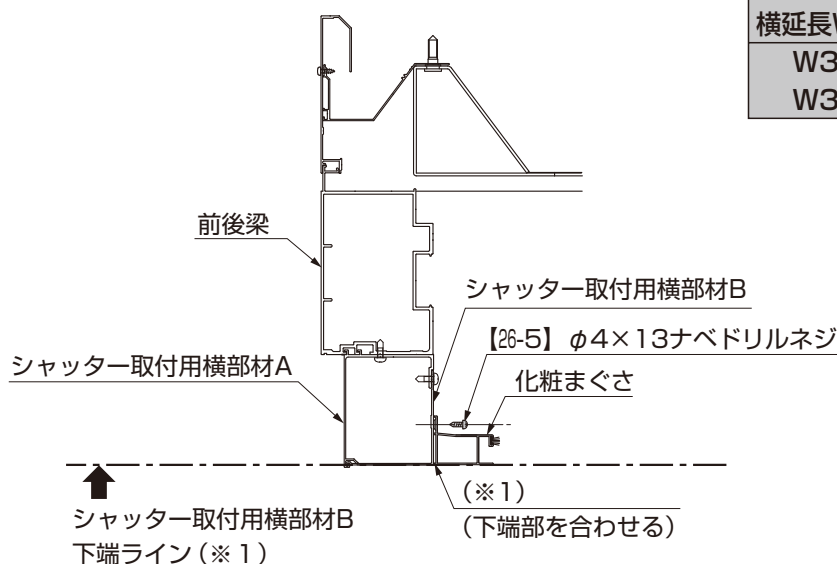

図2-1
- ① シャッター取付用横部材Bの下端に、化粧まぐさの下端を合わせ(※1)、左右の出を均等(15mm)(※2)にして、中央を合わせて【26-5】で水平に取付けてください。(図2-1参照)